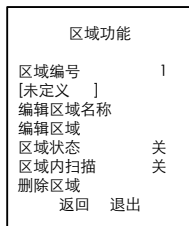

图3-16 区域功能设置界面
7. 调用“95”号预置点，进入“主菜单→系统设置→区域功能”，进入“区域功能”设置界面，如图 3-16 所示。